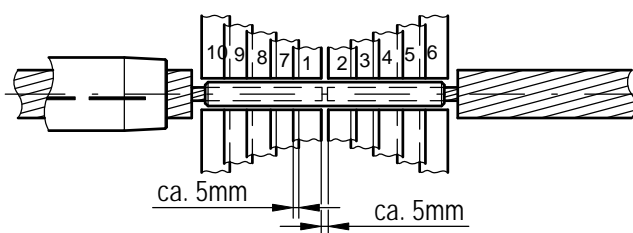

FIG 3
- 6) Compress the steel sleeve in the order like shown in FIG. 3. Use appropriate compression insert (see indicated index number on the steelsleeve). According to the available type of tool and tool insert you will have a small or broad compression.
- 6) Die Stahlhülse entsprechend der in FIG. 3 dargestellten Pressreihenfolge mit dem passenden Presseinsatz verpressen (siehe Markierung auf der Hülse). Ob schmal oder breit verpresst wird, hängt von den Werkzeugen und Einsätzen ab, die für die Montage zur Verfügung stehen.